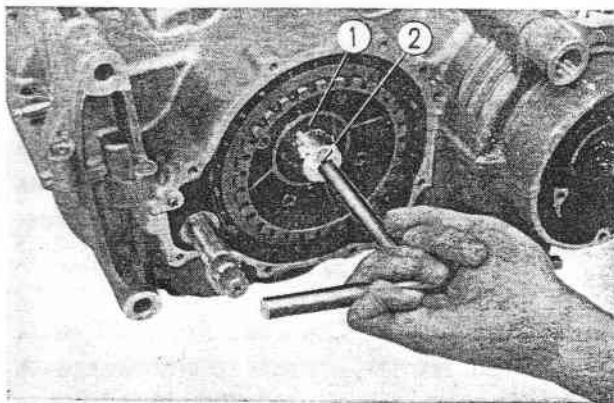

Fig. 4-4 ① Ecrou de blocage de l'embrayage
3. Enlever l'écrou de blocage de l'embrayage au moyen de la clé prévue (numéro de référence 07086-30001), puis la rondelle frein et la rondelle élastique, enfin déposer la couronne intérieure. (Fig. 4-4)